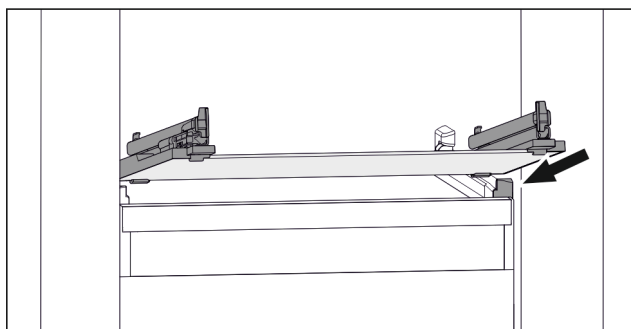

Fig. 101 Примерное отображение стеклянной пластины
- ▶ Наклоняя вниз, установите стеклянную пластину за стопоры. (см. Fig. 101)